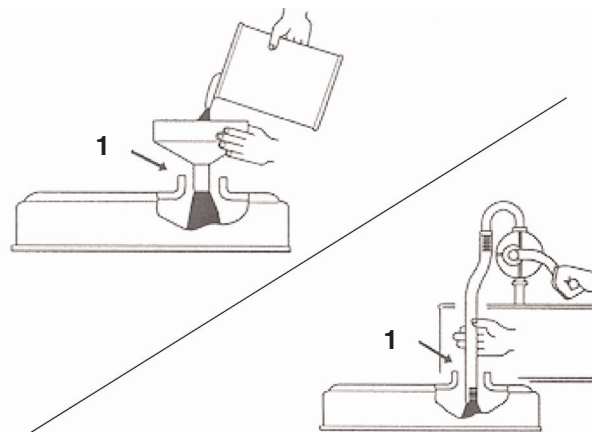

Figure 11
**Important** Lorsque vous faites l'appoint ou le plein d'huile moteur, maintenez un espace entre le dispositif de remplissage et le trou de remplissage dans le couvre-culasse, comme illustré à la Figure 11. Cet espace est nécessaire pour assurer l'aération pendant le remplissage et empêcher l'huile de déborder dans le reniflard.